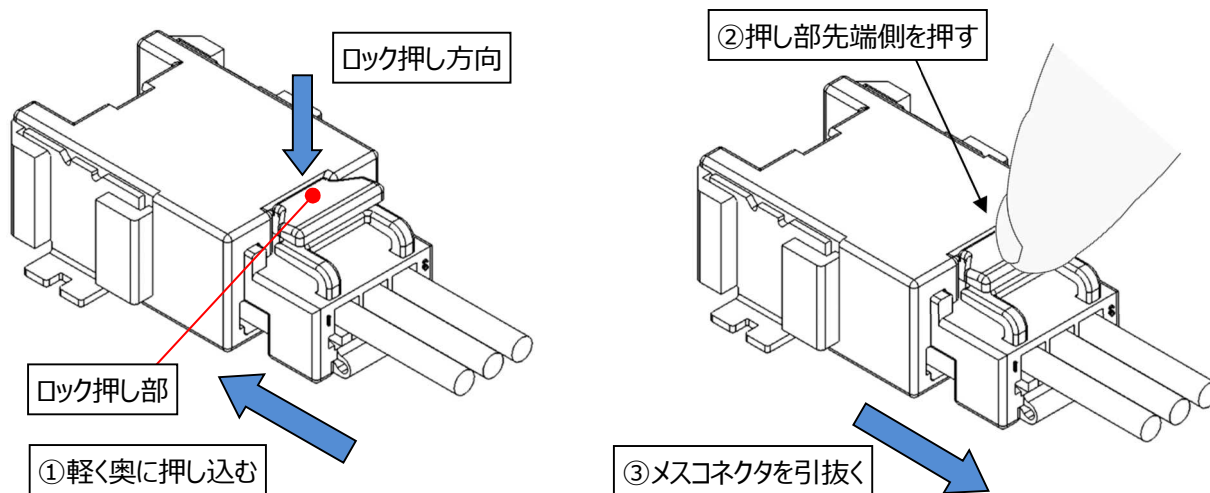

図 52.ロック押し部
- ①引き抜こうとするメスコネクタをもって、軽く奥に押し込んでください。
- ②メスコネクタを奥に押し込んだ状態で、図 52 に示すロック押し部の先端側を真下に動かなくなるまで、下方向に押し下げてください。
- ③ロックを押し下げたまま、メスコネクタを水平に引っ張ってメスコネクタを引き抜いてください。